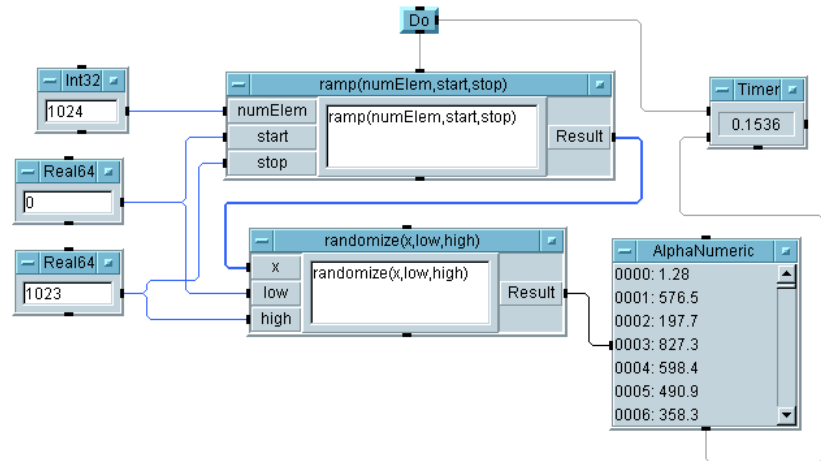
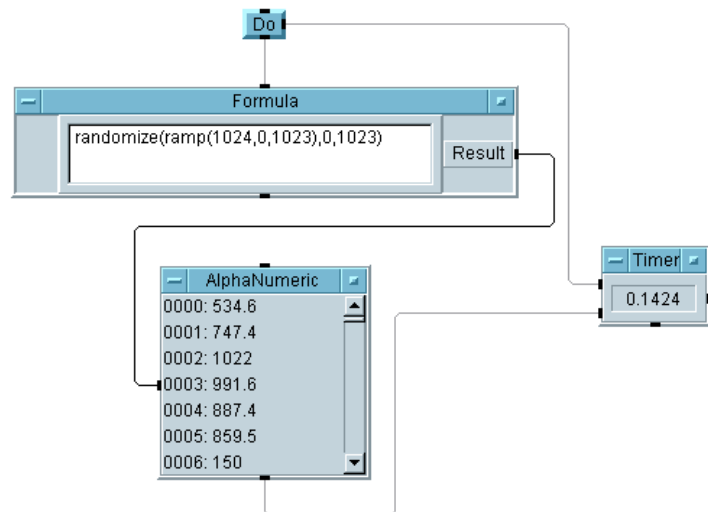

図 9-4. 最適化されていない関数呼出し
図 9-5. 最適化されている関数呼出し
2. 関数のパラメータ・リスト内に別の関数呼出しをネストします。たとえば、図 9-4 の関数 randomize は、関数 ramp によって生成された配列を使用しています。図 9-5 では、ramp 関数呼出しが randomize 呼出しの中にネストされているため、プログラムの実行が少し速くなります。